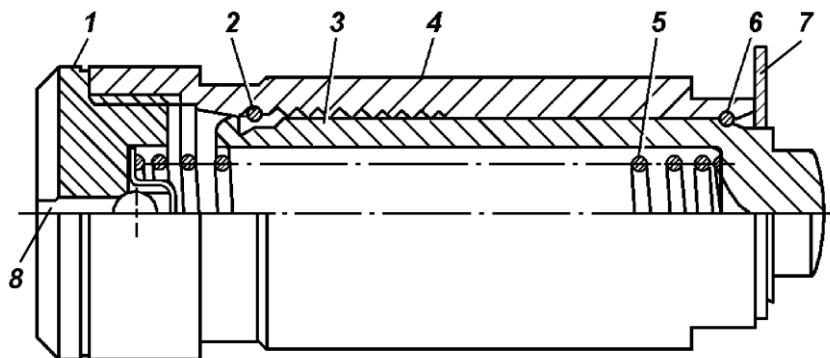

Рис.23. Гидронатяжитель:
**Гидронатяжитель** (рис.23) – стальной, выполнен в виде подобранной по зазору плунжерной пары, состоящей из корпуса 4 и плунжера 3. Гидронатяжитель обеспечивает постоянное натяжение цепи и гашение её колебаний за счет давления масла в системе смазки, и действия пружины плунжерной пары.